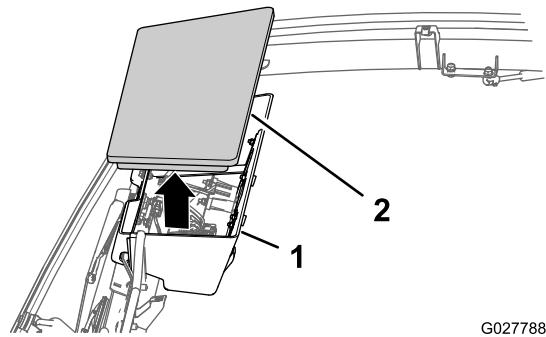

Figura 34
3. Rimuovete il tappo dalla consolle sovrastante (Figura 34).